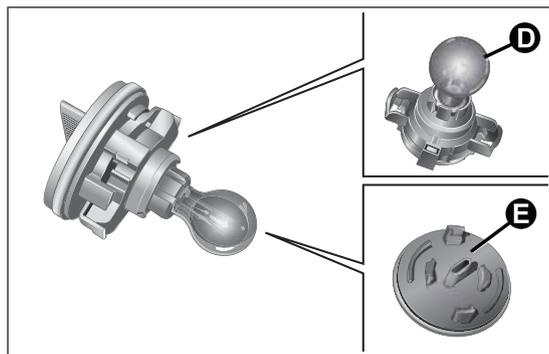

fig. 133
- estrarre la lampada D fig. 133 dalla sua sede E.